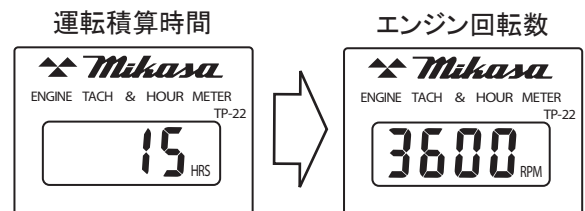

図 8
6. エンジンが動いていない時はアワータコメーターは「運転積算時間」を表示しています。エンジンが始動すると「エンジン回転数」の表示に変わります。(図8)